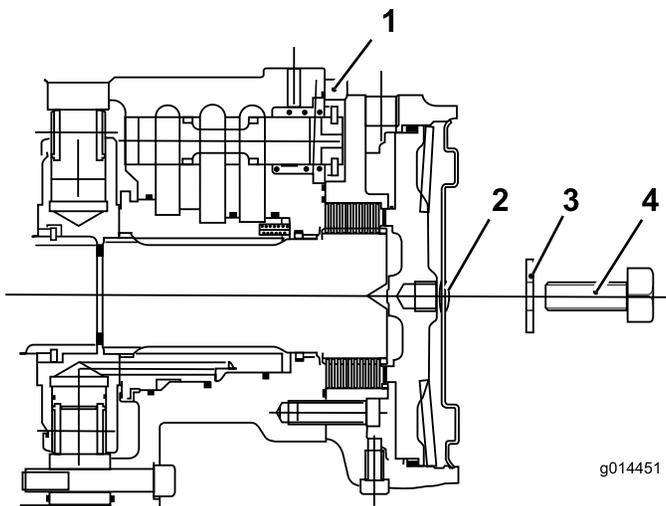

Bild 47
- C. Montieren Sie die Sechskantschraube an die Motorendplatte (Bild 47).